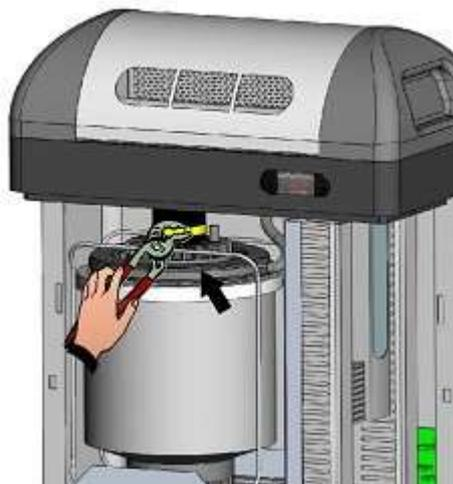

Fig. 5
6. Brancher le manchon de la vapeur à la bride de l'humidificateur. (Fig. 5)